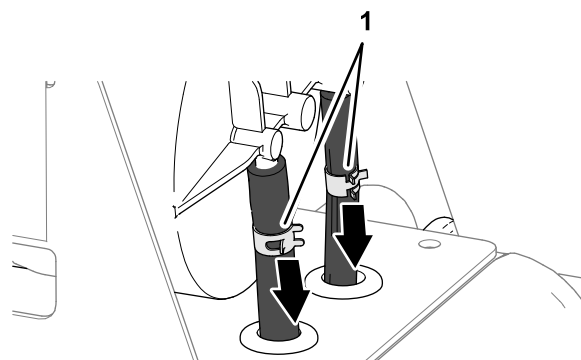

図 117
3. カーボンキャニスタのフィッティングにホースを固定しているホースクランプ2個をゆるめる 図 117。